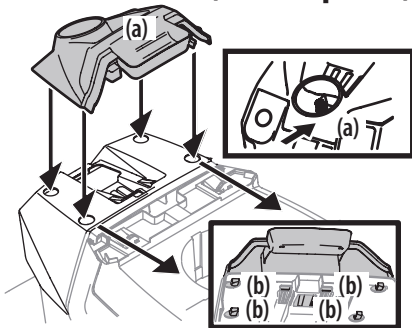

Figura 8
1. Para instalar la cubierta del tablero (a), alinee las lengüetas (b) de la cubierta del tablero (c) con los orificios de la parte superior del tablero como se muestra en la Figura 8.